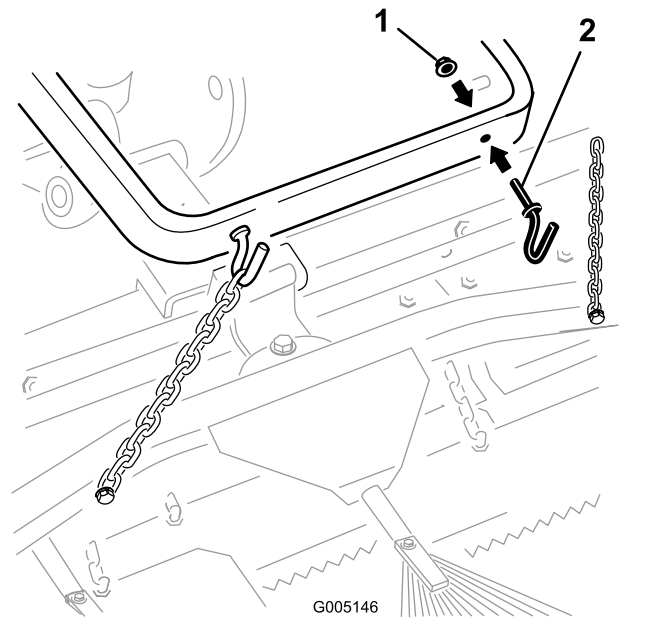

Figura 5
- A. Monte dois ganchos na traseira do braço de elevação com duas porcas ($\frac{3}{8}$ pol.) (Figura 5). Prenda as correntes aos ganchos no comprimento desejado.